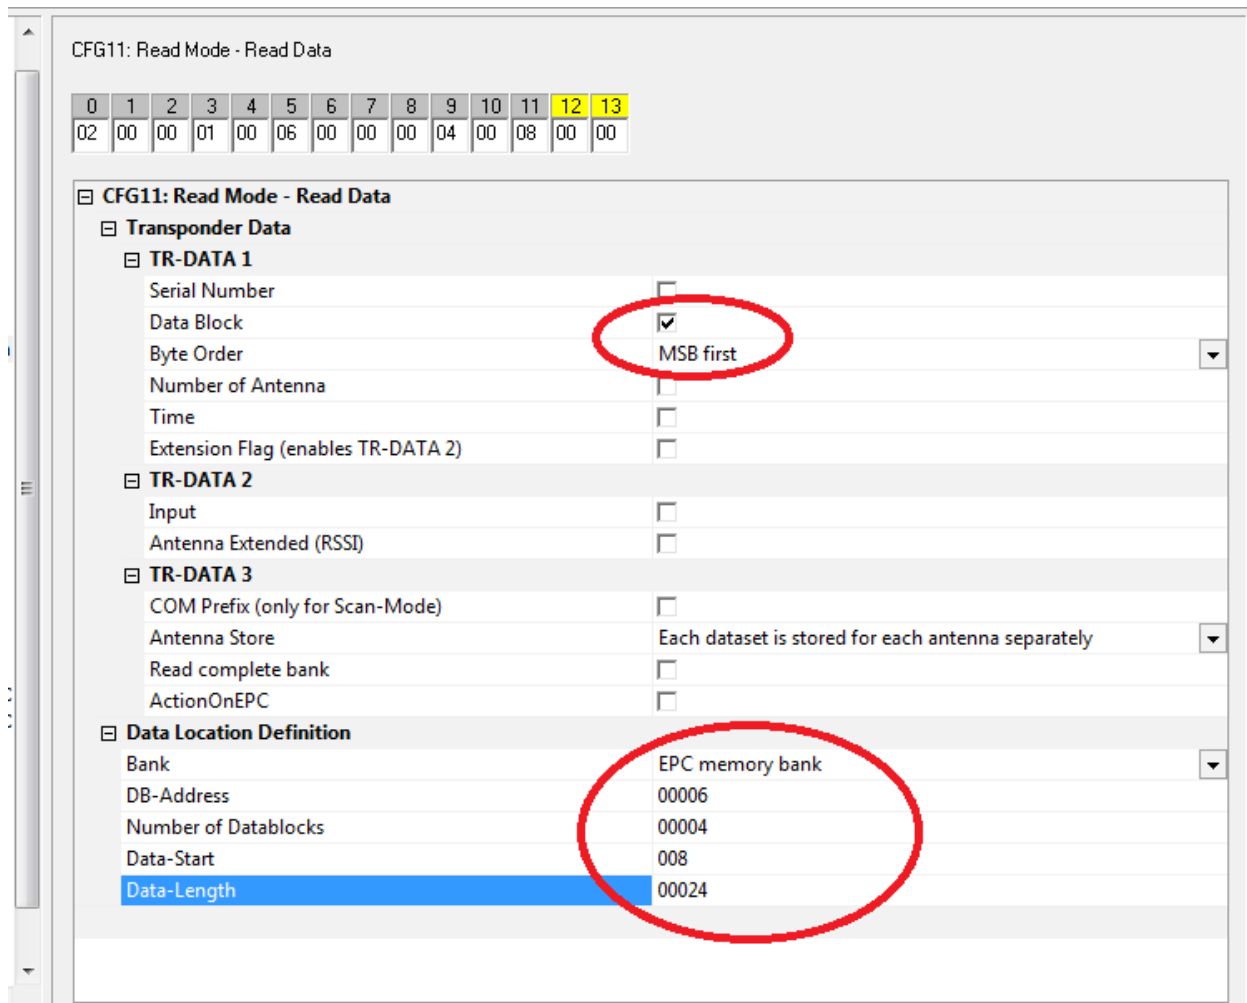

Рисунок 13
6.15 Настроить тип выходных данных в меню CFG11: Read Mode – Read Data. Рассмотрим передачу области памяти EPC – 24 бит, начиная с бго сектора, старшим битом вперед. Для этого необходимо поставить галочку напротив Data Block, далее Byte Order MSB first. Расположение данных определяется в подменю Data Location Definition. Выбрать Bank = EPC memory bank, далее начальный блок чтения данных – DB-Adress = 00006 (6-ой блок), число блоков для чтения Number of Datablocks = 00004, Data-Start = 008 (номер прочтенного бита, начиная с которого передавать данные по интерфейсу Wiegand), Data-Length = 00024 (длина передаваемых данных в битах) (см. рисунок 13). Для сохранения изменений необходимо нажать ox81 Write.